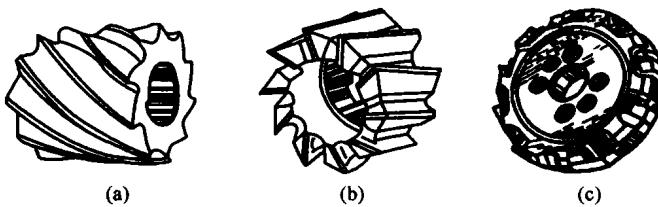

图 1-13 铣削平面用铣刀
1) 铣削平面用铣刀 圆柱形铣刀、端铣刀。应用于粗、精铣各种平面，见图 1-13。